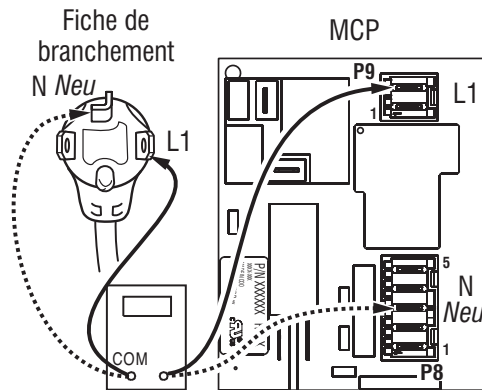

Figure 13 - Raccordement entre fiche et borne pour une sècheuse électrique.
4. Avec un ohmmètre, contrôler la continuité entre les broches L1 et N de la fiche de branchement du cordon d'alimentation et les bornes L1 et N du MCP. Voir figure 13.